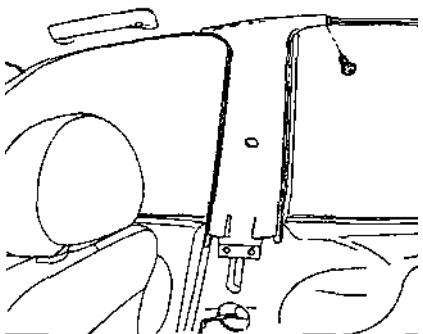

Рис. 9.5.
- При помощи отвертки снять верхнюю панель центральной стойки кузова (рис. 9.5).